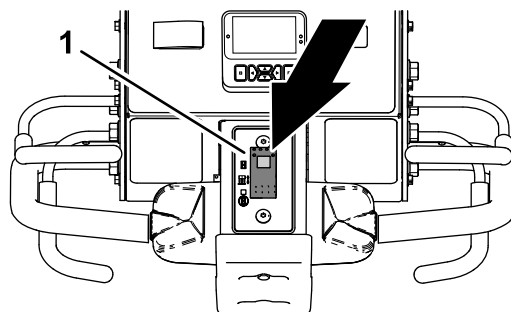

**Figura 82**
1. Premete la parte superiore dell'interruttore per il controllo dell'abbassamento (Figura 82) selezionando ABBASSAMENTO RITARDATO.